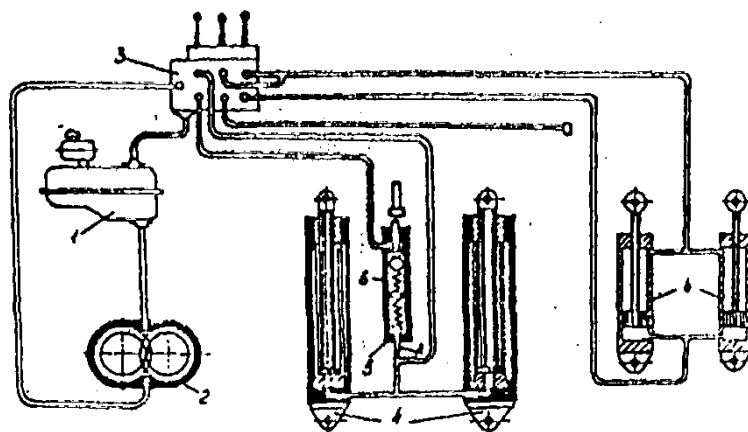

Рис. 23. Принципиальная схема гидросистемы при работе с ковшом:
- монтаж гидросистемы производить в соответствии с принципиальной схемой (рис. 23);